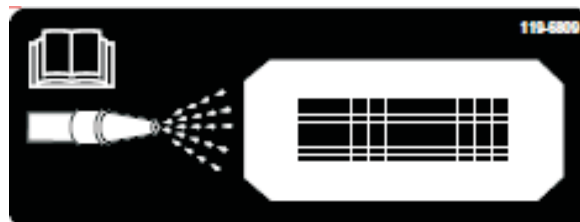
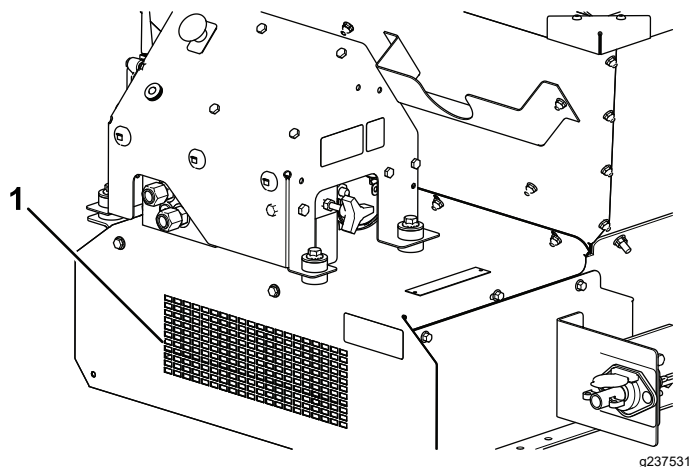

Figura 62
Figura 63
11. Localizați autocolantul cu privire la curăare de la partea frontală a mainii (Figura 62) i, folosind un furtun de grădiniță, pulverizați prin plasa de protecție frontală până când placa de protecție de la partea inferioară este complet eliberată de material (Figura 63).